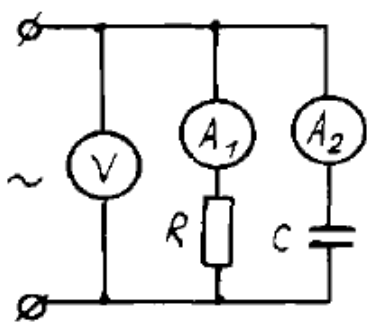

Рис. 10.1 Схема включения приборов
2. Определите показания амперметров электромагнитной системы, измеряющих токи, формы которых приведены на рис. 10.1, а амплитудные значения этих токов одинаковы и равны  $I_m=(2+0,2N)$  А. Что покажут в этом случае амперметры магнитоэлектрической и электродинамической систем? Свой ответ обоснуйте.